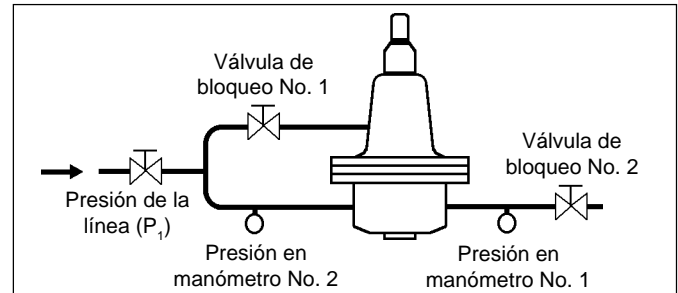

Figura 2: Esquema de tubería sugerido para la prueba de banco de la unidad HP-1+6+S
- b. Inspeccione la junta de refuerzo (32) y la junta cuádruple (31) en busca de señales de desgaste. Si las juntas están mordidas o tienen roturas, cámbielas. **NOTA:** Asegúrese de colocar primero la junta de refuerzo de teflón (32) en la cámara del resorte (2), antes de introducir la junta cuádruple (31). (Vea la ilustración ampliada en la figura 2). Verifique que la junta cuádruple (31) calce en posición recta, sin torceduras. Aplique una grasa liviana, de buena calidad, a las superficies de sellado de ambas juntas (31, 32).
- c. Lubrique la rosca del tornillo de ajuste (6). Vuelva a instalar cuidadosamente el tornillo de ajuste (6) hacia arriba dentro de la cámara del resorte (2) girándolo en sentido CW hasta que su parte superior sobresalga de la parte superior de la cámara del resorte (2). **NOTA:** Tenga cuidado al sostener y girar el tornillo de ajuste (6) para no morder o rasgar la junta cuádruple (31) ni la junta de refuerzo (32). Agarre la parte superior del tornillo de